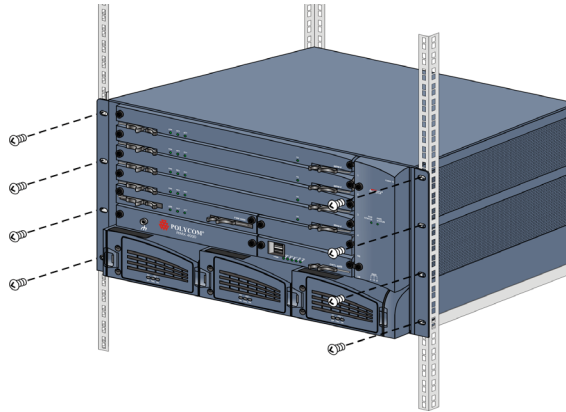

Abbildung 1-3 RMX 4000 Gestellmontage
- 3** Befestigen Sie den RMX am Gestell mit 8 Schrauben in den Öffnungen auf der Vorderseite des RMX, wie in Abbildung 1-3 gezeigt.
- 4 Befestigen Sie den RMX am Gestell mit 8 Schrauben in den Öffnungen auf der Vorderseite des RMX, wie in Abbildung 1-3 gezeigt.